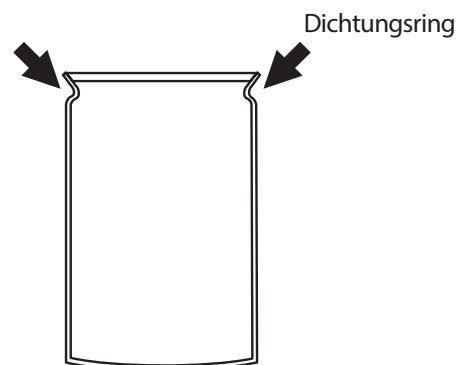

ABBILDUNG 1
2. Schmieren Sie den kleineren O-Ring mit Frittieröl und setzen Sie ihn in die Vertiefung am oberen Ende des Auffangbehälters ein (siehe Abbildung 1).